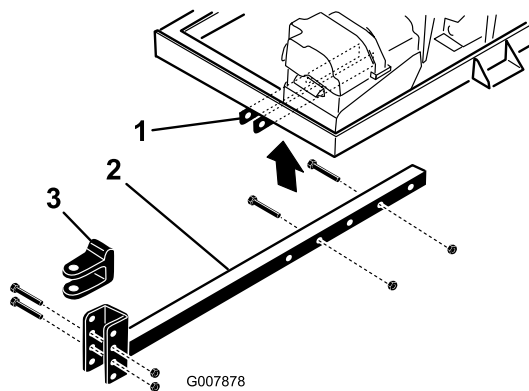

图 4
2. 将挂钩管插入机架支架 图 4。用 2 个螺栓  $\frac{3}{8}$  x 3 英寸和凸缘螺母  $\frac{3}{8}$  英寸将挂钩管固定到机架上并上紧扭矩至 40N·m。
- 卸下将挂钩 U 形销 图 4 固定到挂钩管上的螺栓和锁紧螺母。
- 卸下将挂钩管固定到机架支架的螺栓和螺母 图 4。